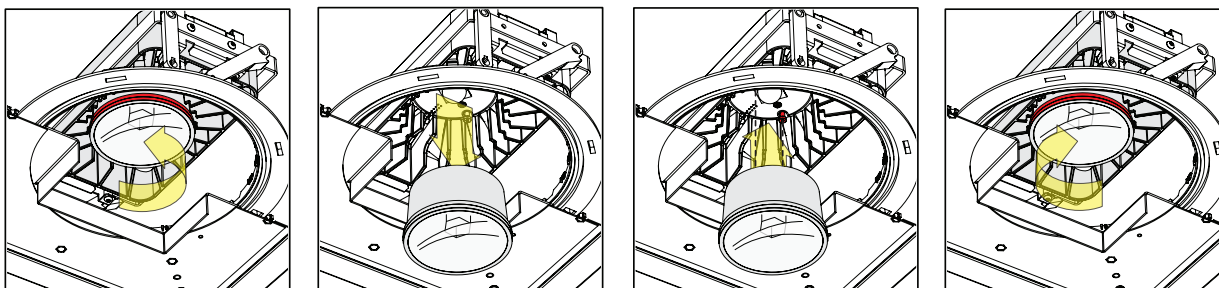

fig. 18
- Instale la óptica de reemplazo, girándola en sentido horario para bloquearla (consulte la fig. 18).